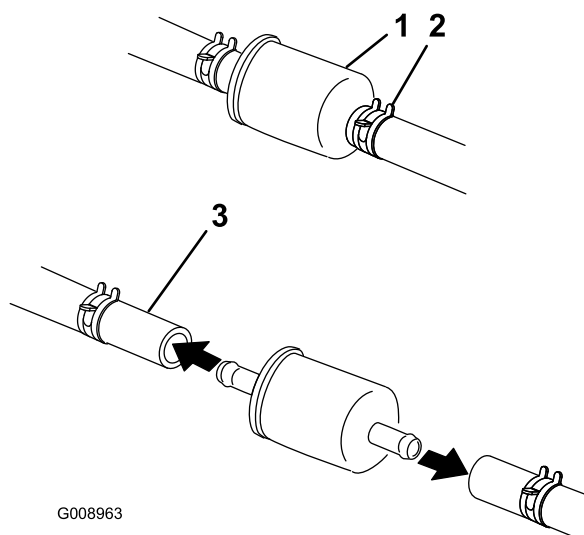

図 41
- 古いフィルタのクランプをゆるめて脇に寄せる (図 41)。